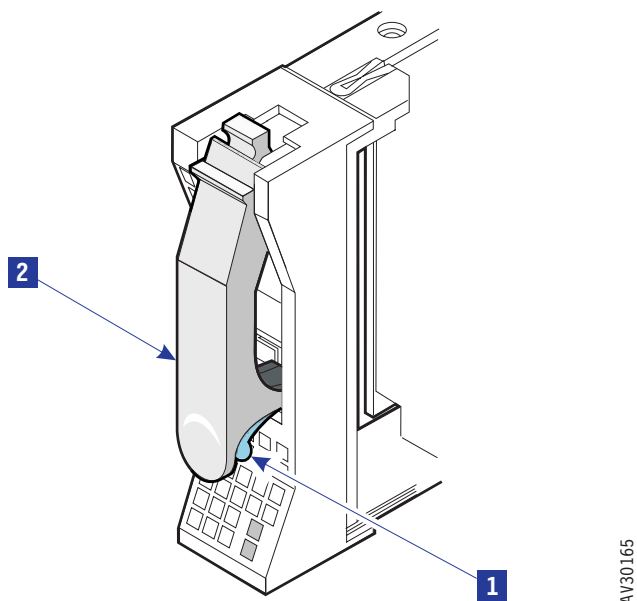

図 12. HDD モジュールのハンドルを開く
2. 図 12 のように、緑色のラッチ **1** を押して、ハンドル **2** を完全に引き上げて下さい。これによって、HDD モジュールが部分的にスロットの外に引き出されます。